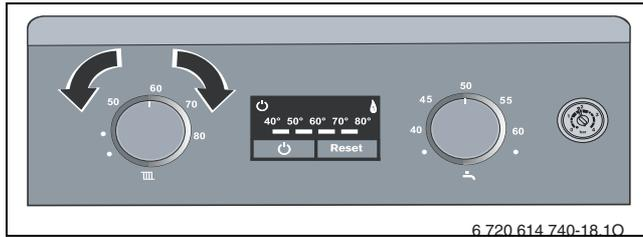

Рис. 26
- ▶ Установить регулятор температуры горячей воды в среднее положение (→ рис. 26).